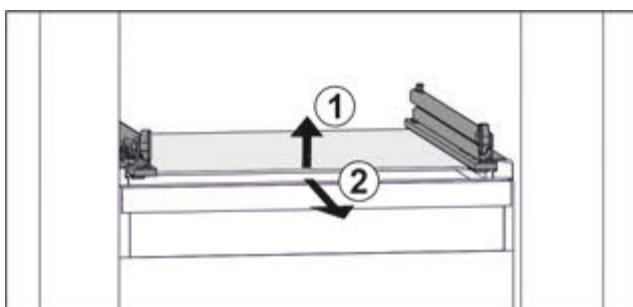

Fig. 78 Приближене відображення скляної пластини
- Підняти скляну пластину спереду. Fig. 78 (1)
- Вийняти скляну пластину рухом вперед. Fig. 78 (2)